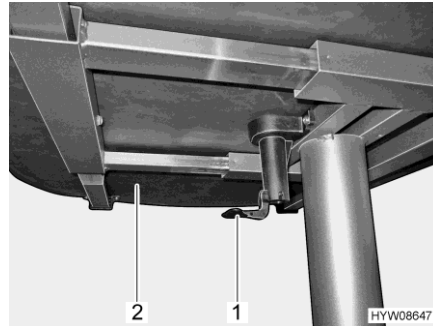

Fig. 80 Levier de déplacement du plateau de table
- Tirer le levier (Fig. 80,1) vers le bas ou l'enfoncer.
- Décaler le plateau de table (Fig. 80,2) dans la position désirée.